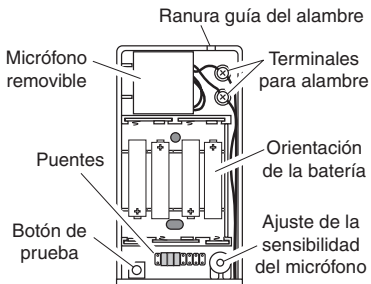

Figura 2
2. Instale 4 baterías tipo “AAA” (no provistas). Asegúrese que las baterías estén orientadas correctamente como se muestra en la parte inferior del compartimiento de la batería (Vea la Figura 2).